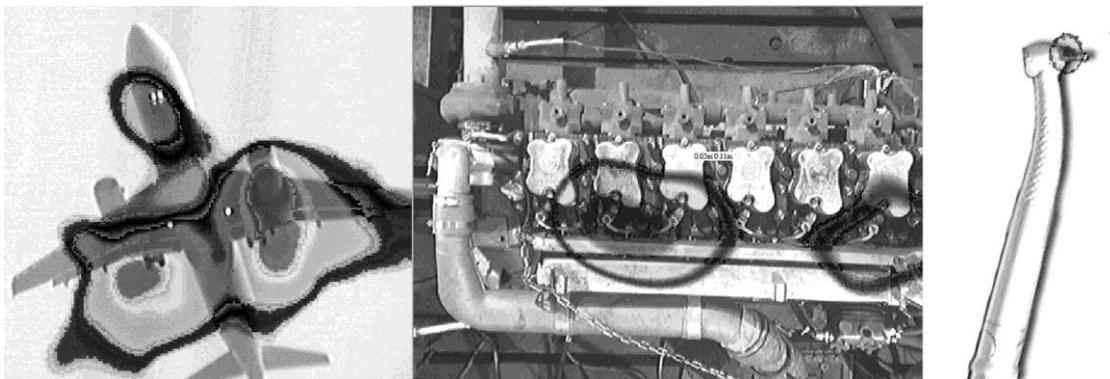

Bild 3: Einsatzbeispiele der Akustischen Kamera
Mit der Akustischen Kamera wurde ein sehr robustes System zur akustischen Quellortung geschaffen, das auch unter rauen Industriebedingungen eingesetzt werden kann. Im Allgemeinen werden für aussagefähige Messungen nicht unbedingt die besonderen Bedingungen von akustischen Laboratorien bzw. schalltoten Räumen benötigt, was die Investitionen für den Einsatz akustischer Untersuchungen deutlich senkt und sie auch für KMU erschließt. Bild 3 zeigt beispielhaft einige Anwendungen.
Die Akustische Kamera deckt fast die gesamte Einsatzbreite akustischer Messungen ab. Das bisher größte vermessene Objekt war eine Industrieanlage, die aus über 300 m Entfernung aufgenommen wurde. Bild 3 zeigt im linken Teil ein Düsenflugzeug kurz vor der Landung. Sehr schön ist neben den Triebwerken auch der Beitrag des ausgefahrenen Bugfahrwerkes zu sehen. Am weitesten verbreitet ist die Akustische Kamera im Bereich der Motorentwicklung für Kraftfahrzeuge. Porsche, Daimler-Crysler, BMW, VW, MAN, Scania, Mazda, Suzuki, Hyundai – ein bedeutender Teil der Automobilindustrie setzt die Akustische Kamera erfolgreich ein. Bild 3 zeigt in der Mitte beispielhaft die Kartierung eines Motors auf einem Prüfstand. Aber auch sehr kleine Strukturen können akustisch vermessen werden. Der speziell für die Akustische Kamera entwickelte Datenrekorder erlaubt Aufnahmen mit einer Abtastrate von bis zu 192 kHz und somit die Auswertung auch sehr hochfrequenter Emissionen. Im Bild 3 ist rechts das Akustische Foto eines Zahnarztbohrers zu sehen. Die Aufnahme zeigt, dass auch Quellauflösungen im Millimeterbereich möglich sind. Etwas exotisch erscheint der Einsatz der Akustischen Kamera für die Ortung von Fledermäusen. Es
- Bild 3 Duesenflugzeug, Motor auf Prüfstand, Zahnbohrer (/Bilder/Beispiele_AC.jpg)